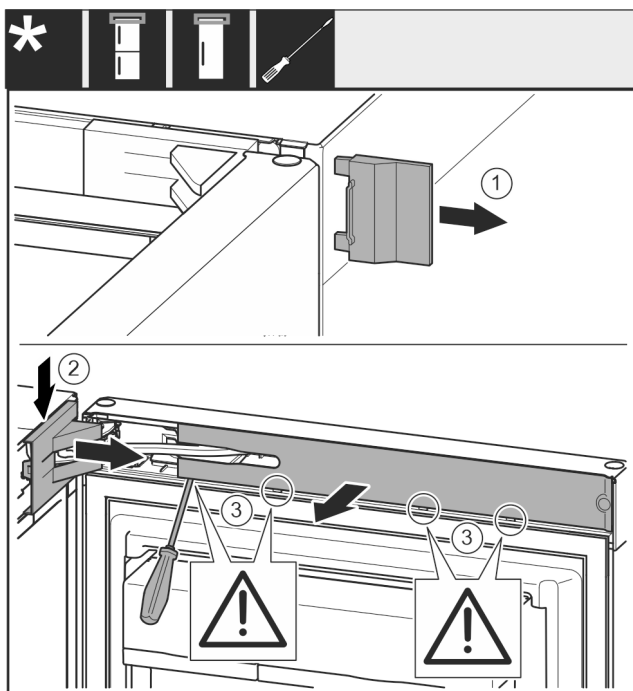

Fig. 8
- Scoateți capacul Fig. 8 (1).
- Deblocați și desfaceți capacul suportului de lagăr Fig. 8 (2).
- Scoateți capacul suportului de lagăr Fig. 8 (2).
- Deblocați masca Fig. 8 (3) cu șurubelnița plată și pivotati-o în lateral.